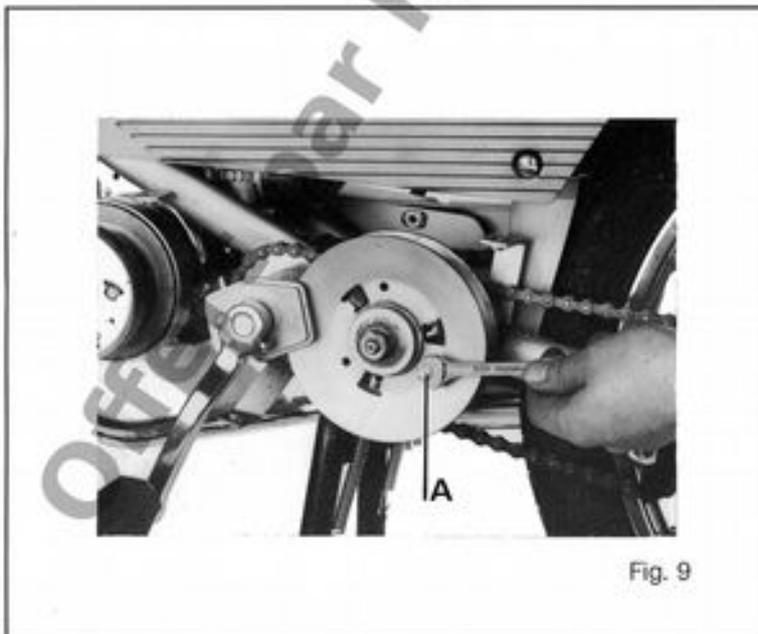

Fig. 9
La courroie doit être retirée ou montée sans forcer sur les brins (figure 9).
- Dans le trou (A) de la poulie réceptrice, visser une vis ($\varnothing 6$, Longueur 15) pour écarter les joues (figure 9).